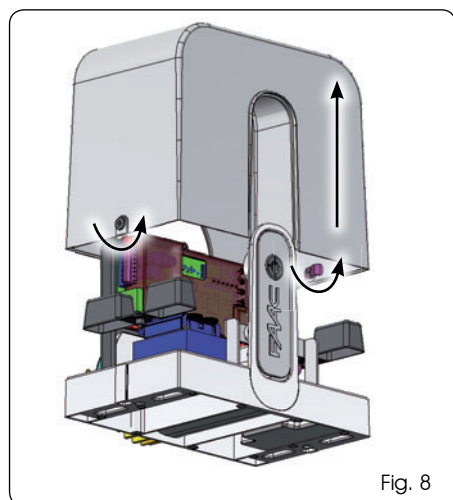

Fig. 8
1. Retire el cárter de protección girando 90° los topes correspondientes y levantándolo (Fig. 8).